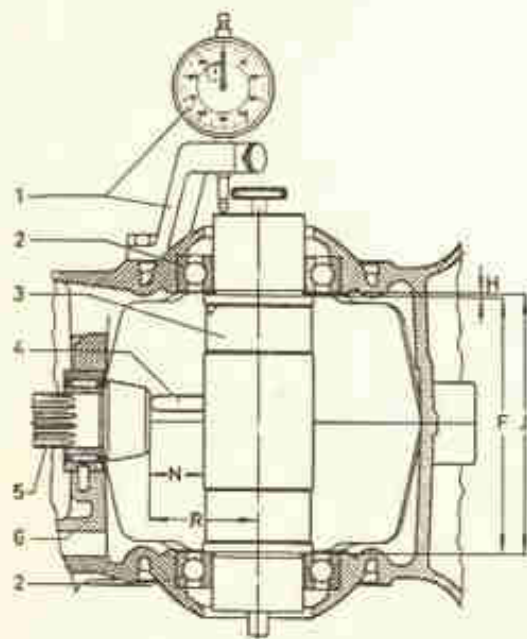
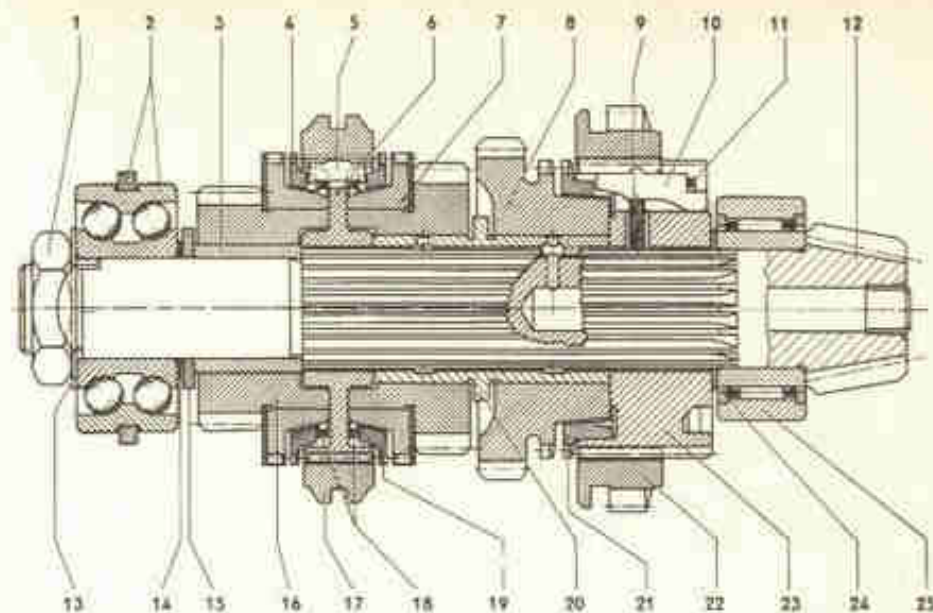

Fig. 17-J — Medidas fornecidas pelo calibre VW 289 b.
Fig. 22-J — Corte longitudinal da árvore secundária.
O conjunto do pinhão e da coroa em sua fase de fabricação, depois de submetidos a rigorosos testes em máquinas especiais, são marcados com indicações que permitem sua ajustagem ideal. Essas marcações são feitas no pinhão e na coroa e indicam certas medidas e afastamentos que devem ser observados no cálculo dos calços de regulagem (10 na fig. 13-J), de cuja espessura depende a precisão da regulagem, ou melhor, a correta posição da coroa dentro da carcaça. A posição do pinhão se determina pela espessura dos calços de regulagem indicados pelo n.º 14 na fig. 22-J e pelo n.º 30 na fig. 7-J.
— Coloca-se o calibre VW 289 b no anel interno do rolamento esquerdo. Aperta-se para dentro o pino de contacto do calibre (4, fig. 17-J) a fim de que não toque na face do pinhão e firma-se o mesmo nessa posição com o parafuso de carretilha do calibre.
— Monta-se um relógio micrométrico em um estôjo no flange sextavado como se vê na fig. 17-J e firma-se o ponteiro em zero, tendo a ponta encostada no calibre VW 289 b.
— Gira-se então a carcaça de 180°. O calibre VW 289 b naturalmente se desloca dentro da carcaça e esse deslocamento é indicado pelo relógio. Se somarmos esse deslocamento ao comprimento total do calibre (F, na fig. 17-J), teremos a medida total da largura da carcaça:
Antes de se retirar o calibre, solta-se o parafuso da carretilha e faz-se com que o pino de contacto (4) se encoste na face do pinhão, a fim de medir a distância N (fig. 17-J). Essa distância, somada a medida do raio do calibre, que é fixa, nos dá a medida R, que vamos precisar para ajuste do pinhão.
A regulagem se faz por meio de arruelas de ajuste designadas pelo n.º 14 na fig. 22-J e pelo n.º 30 na fig. 7-J. A medida necessária para determinação da espessura dessas arruelas já foi tomada quando tratamos das medidas para regulagem da coroa. É a medida R, mostrada na fig. 17-J que é igual a medida N, obtida, somada ao raio do calibre VW 289 b. O raio do calibre é de 30,00 mm e o comprimento do pino de contacto, medido, é de 29,60 mm, por suposição, de modo que o comprimento R será de 59,60 mm. Suponhamos que o afastamento marcado
Impressão na face do dente. Isto significa que o pinhão está muito afastado da coroa. Colocam-se então calços de ajuste (14, fig. 22-J) ligeiramente mais grossos para aproximar o pinhão da coroa.